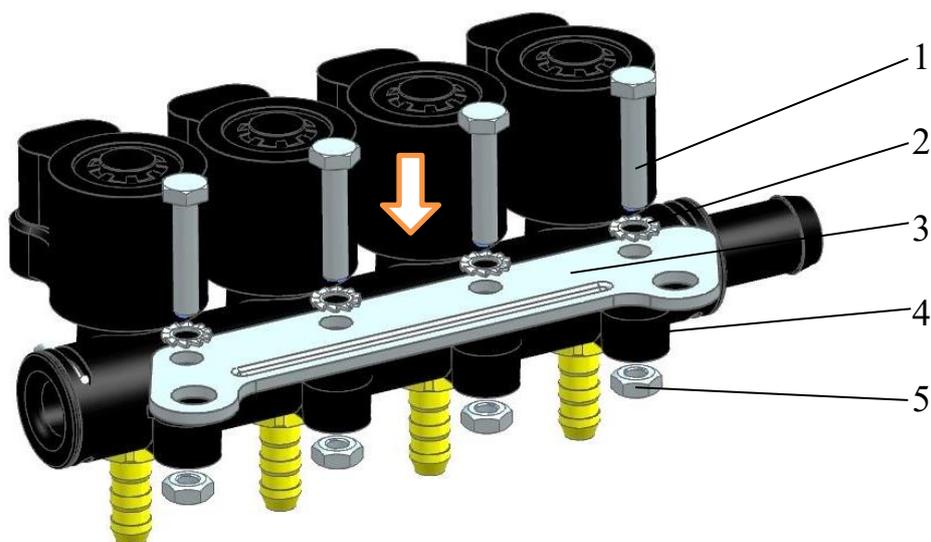

Рис.196. Сборка блока клапанов подачи газа с держателем:
– закрепить блок электромагнитных клапанов подачи газа 4 (рис.196) на держателе клапанов 3, завернув болты 1 со стопорными шайбами 2 моментом 2,5...3,5 Н·м (0,25...0,36 кгс·м);